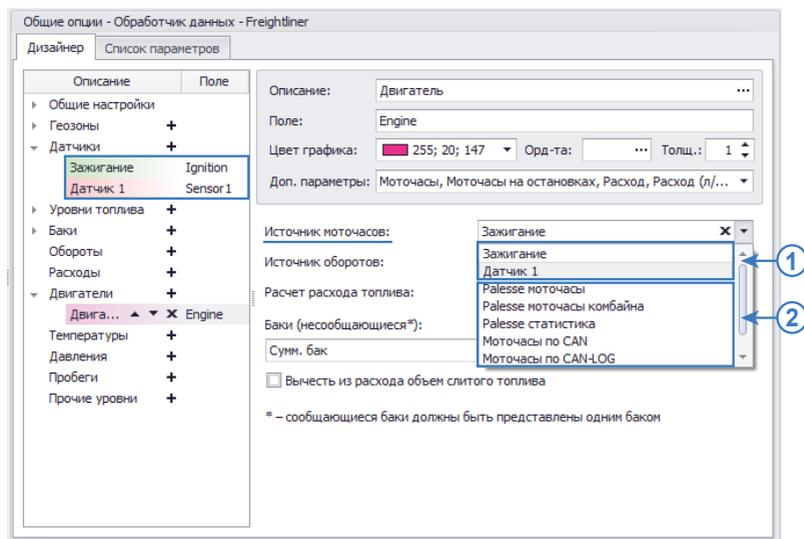

Рис.56. Настройка источника моточасов.
- Для использования датчика моточасов, данный датчик должен быть добавлен в группу «Датчики» Дизайнера и корректно настроен (**Рис.56, п.1**).
- Информация о времени работы двигателя может быть получена с шины CAN (**Рис.56, п.2**): время работы двигателя комбайна Palesse, полученные с шины CAN; моточасы двигателя TC, полученные с шины CAN, устройства CAN-LOG или iQFreeze.